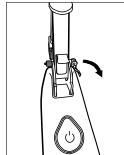

рис.3
3. Держа самокат за верхнюю часть, ослабьте эксцентрик механизма защелки (рис.3)